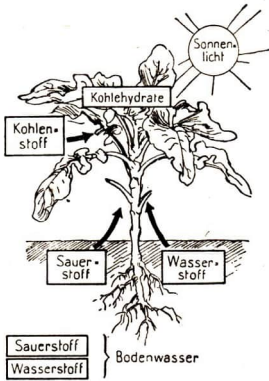

Abb. 6. Die Bildung der Kohlenhydrate
H.: Die Kohlenhydrate bestehen, wie der Name sagt, aus Kohlenstoff, Wasserstoff und Sauerstoff. Diese Elemente stehen der Pflanze im Kohlendioxyd der Luft und im Bodenwasser zur Verfügung (Abb. 6). Doch woraus besteht das Eiweiß?